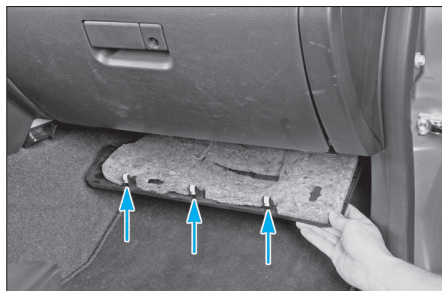

FIG. 23
- Dégrafer le cache inférieur de la planche de bord côté passager (Fig.23).